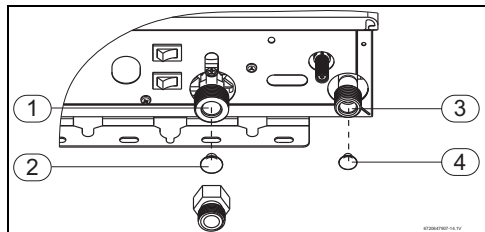

Fig. 12 Substituir los filtros
- ▶ Retire el filtro de gas (→Fig. 12, [2]);
- ▶ Retire el filtro de agua (→Fig. 12, [4]);